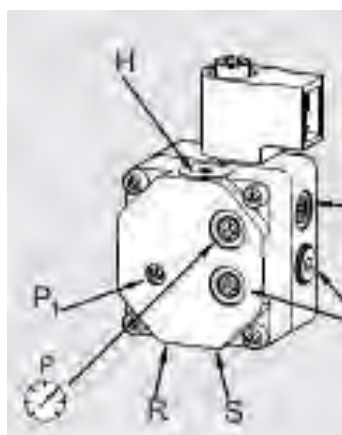
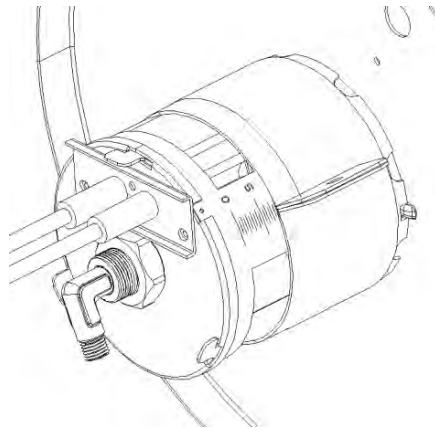

Рис.6
Рис.7
Очистите топливные фильтры, отвинтив поддон фильтра (по часовой стрелке). Снимите фильтрующий элемент и промойте его бензином или замените, если необходимо. Проверить уплотнительное кольцо и при необходимости заменить. Соберите лоток (рис. 2). Топливный фильтр, установленный на шестеренчатом насосе, следует очистить или при необходимости заменить, отвинтив колпачок Н (см. Рис. 6).
#### Регулировка давления топливного насоса (рис.6)
#### Регулировка воздушной манжеты (рис.7)
**ИСПОЛЬЗОВАНИЕ НА ВЫСОТЕ:** Из-за более низкого расхода кислорода по сравнению с высотной установкой на уровне моря, может потребоваться увеличить расход воздуха, открыв воздуховод (рис. 7), или уменьшить установочное давление на топливном насосе (рис. 6). Эта регулировка настройки может быть необходима для предотвращения чрезмерного дымовыделения из-за недостатка кислорода.